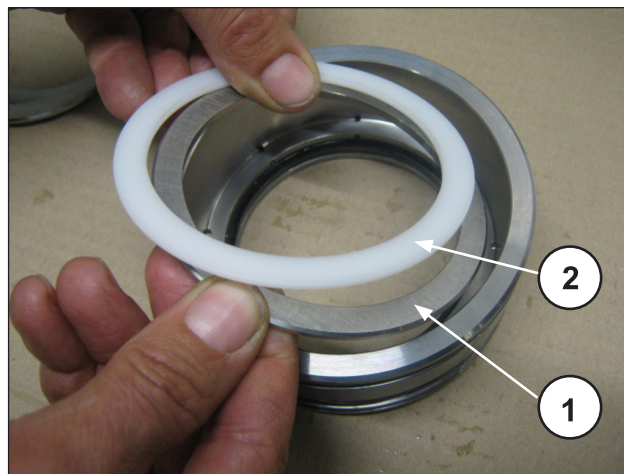
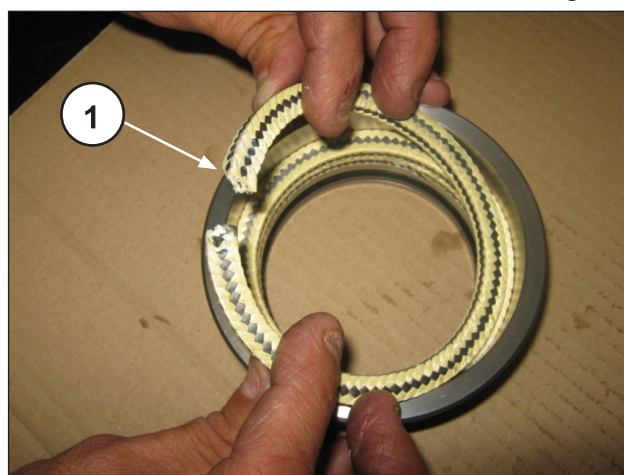

Fig. 250
Fig. 251
Montare l'anello di supporto e l'anello antiestrusione (pos. ①②, Fig. 250), le tre baderne ponendo attenzione affinché gli intagli vengano a trovarsi a 120° l'uno dall'altro (pos. ①, Fig. 251), l'anello raschiatore baderne e l'anello per molla (pos. ①②, Fig. 252).